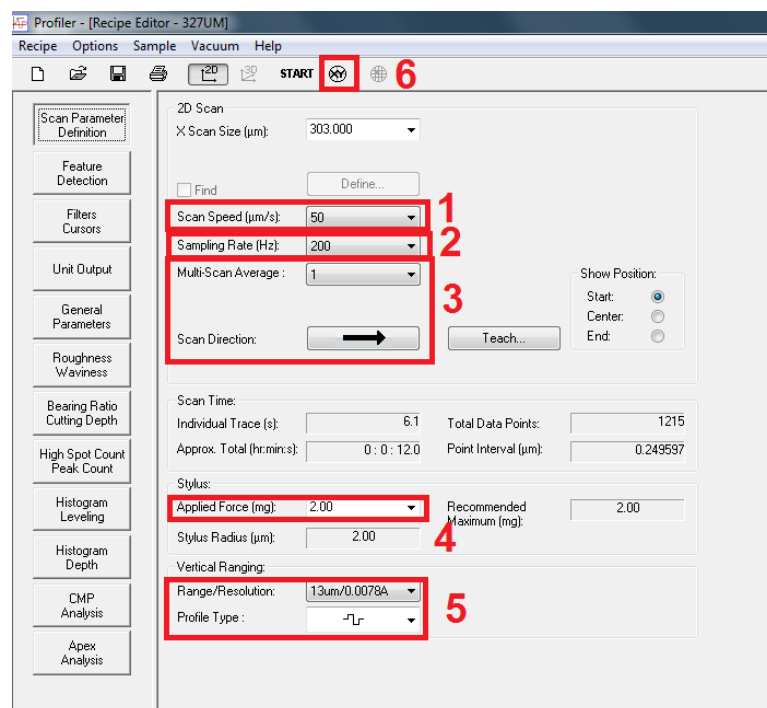

Figure 4: Page Recipe Editor
Sur la page « catalog », cliquer sur l'onglet « scan » (1) puis sur « scan recipe » (2) et choisir la recette adaptée à votre mesure (3) en cliquant sur « view/Modify » (4) ou en double cliquant sur la recette. La page « Recipe editor » apparaît (Figure 4) :